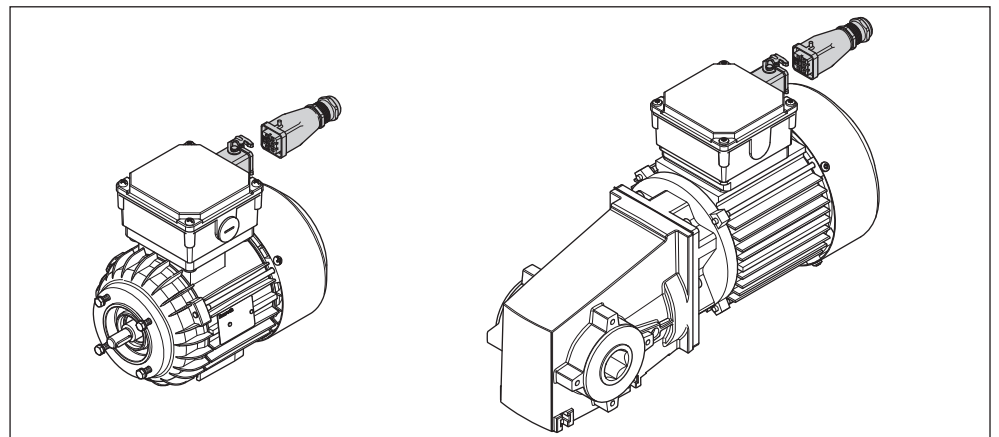

Abb. 11: Option Motoranschluss mit Stecker (AT = S)
- Option Motoranschluss mit Stecker (AT = S), siehe Abb. 11 auf Seite 11. Beachten Sie die Vorsicherung!